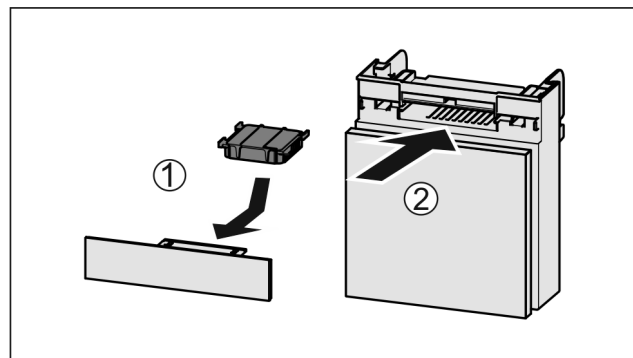

Fig. 159
- Поставете Fig. 159 (1) филтъра с активен въглен, както е показано на фигурата.
- Вкарайте Fig. 159 (2) отделениято.